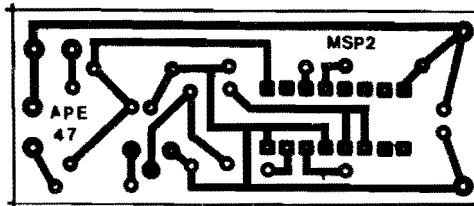

Fig.2
- FIG. 2 - LAY OUT DO CIRCUITO IMPRESSO ESPECÍFICO - A plaquinha é pequena e com desenho "descomplicado" (das suas partes cobreadas...). A figura mostra o lay out, em tamanho natural, facilitando a "carbonagem" direta... Como sempre, é recomendável maior dose de atenção no desenho e finalização das ilhas correspondentes às "perninhas" do Integrado, que ficam muito juntinhas umas das outras, ensejando erros, curtos, essas coisas... Entretanto, valendo-se das técnicas detalhadas nas INSTRUÇÕES GERAIS PARA AS MONTAGENS, mesmo o Hobbysta iniciante deverá realizar a confecção sem problemas... O único "segredo" para o sucesso em toda e qualquer montagem com Circuito Impresso é... CONFERIR SEMPRE, a cada etapa da realização (perdem-se alguns minutinhos "agora", para não se perder horas, "depois", na busca de defeitos "pós-montagem"...)...